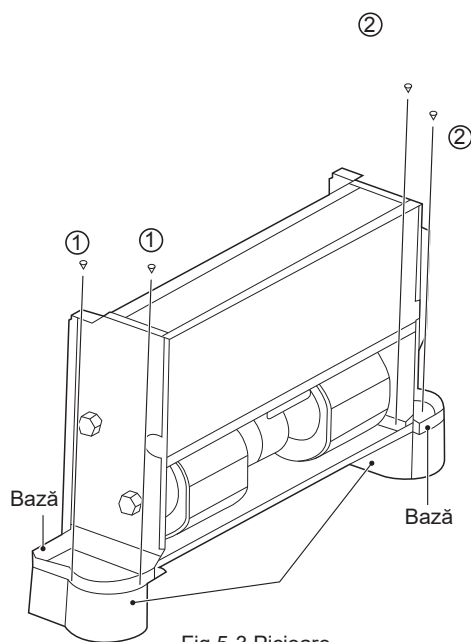

Fig 5-3 Picioare dimensiuni > pag 23
2. Poziționați găurile de montare de pe baza unității în pivotul de poziționare a piciorului corespunzător și instalați șuruburile (1)*2 și (2)*2 pentru a fixa piciorul în conformitate cu Fig. 5-3.